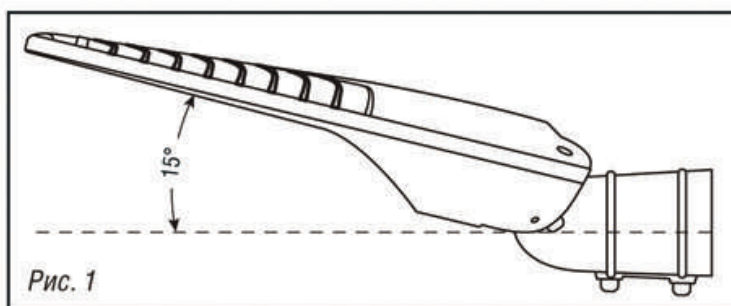
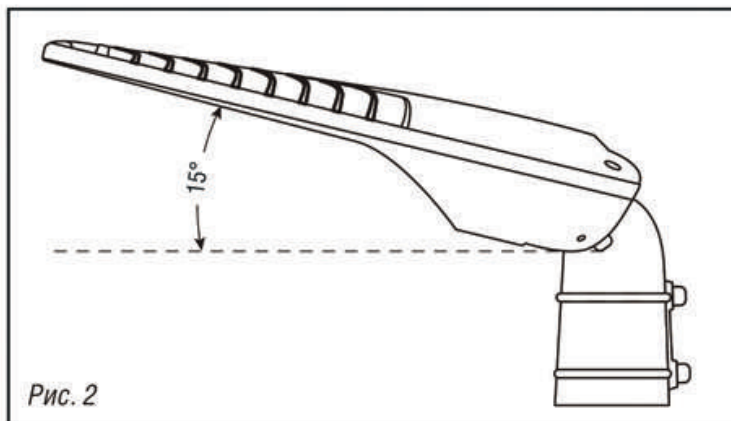

Рис. 1
Рис. 2
1. Выберите подходящий тип установки светильника: на наклонную (Рис. 1) или на вертикальную опору (Рис. 2).